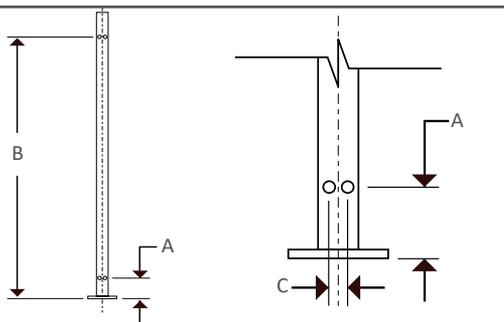

Fig. 43**Emplacements des trous des ferrures à angle FC-05**
2. Utilisez les mesures prises pour marquer sur les poteaux l'emplacement des trous des ferrures inférieures et supérieures. Consultez les fig. 41 et 42 pour les FU et les fig. 43 et 44 pour les FC.